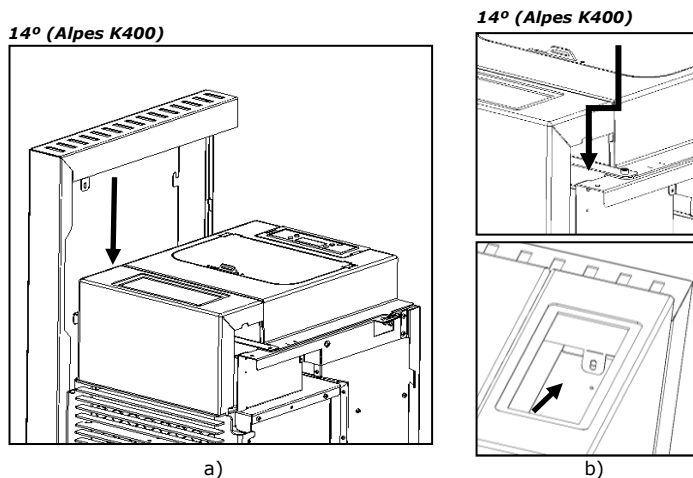

Figura 64 – Encaje de las lengüetas en las estructuras laterales
p) En la parte superior de la pestaña dicho debe transcurrir entre la estructura de la máquina de acabado frontal y superior como demuestra la Figura 64. En la Alpes K300 la pestaña no es visible.